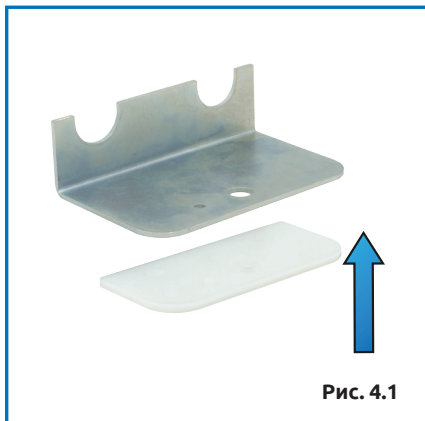

Рис. 4.1
1. **Вставьте противошумную опору** внутрь кронштейна (рис. 4.1).